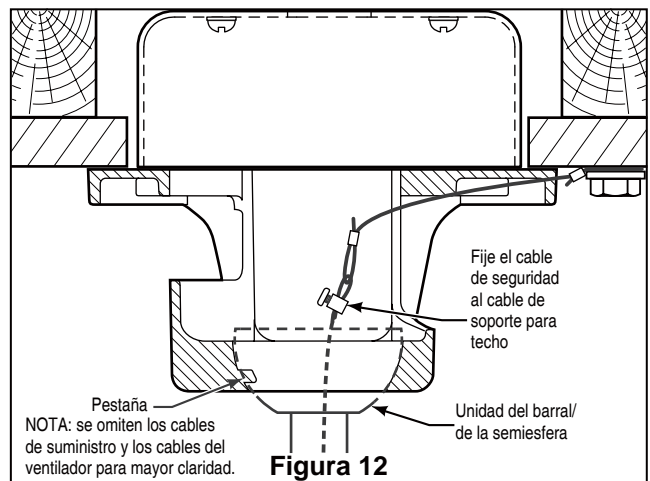

Figura 12
4. Levante cuidadosamente el ventilador y coloque el ensamble de la bola para colgar/varilla en la abrazadera para colgar que acaba de fijar a la caja de salida. Asegúrese de que la ranura de la bola esté alineada con la lengüeta de la abrazadera para colgar. (Figura. 12)
5. Fije el cable de seguridad al cable de soporte para techo. Deslice la abrazadera de cables por el cable de seguridad (del ventilador). Pase el extremo del cable a través del aro que forma el cable de soporte para techo. Tire lo más posible del cable a través del aro. Inserte el extremo del cable en el orificio de la abrazadera y ajuste firmemente el tornillo (Figura 12).